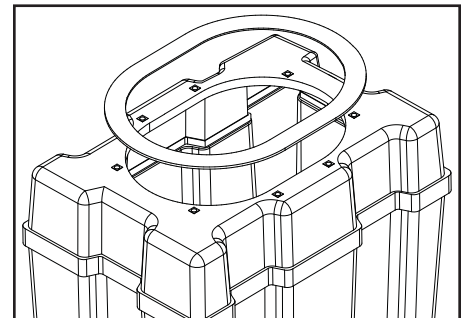

Figura 1: Colocación de la junta de la tapa en el tanque
2. Aplique la junta a la parte superior del tanque, justo por debajo de la abertura (Ver Figura 1)